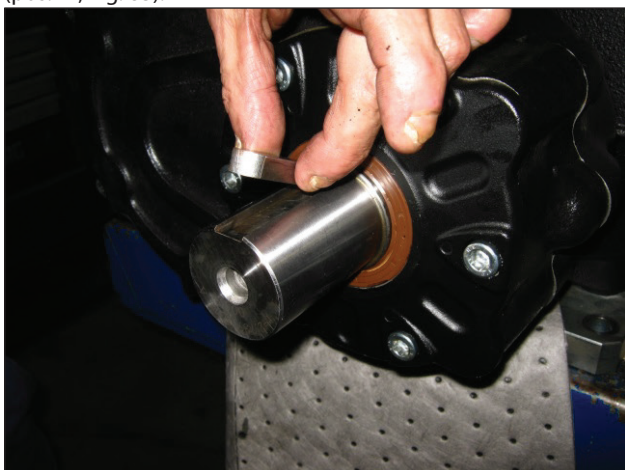

Fig. 83
Applicare la linguetta 16x10x90 nella sede del pignone (pos. ①, Fig. 83).